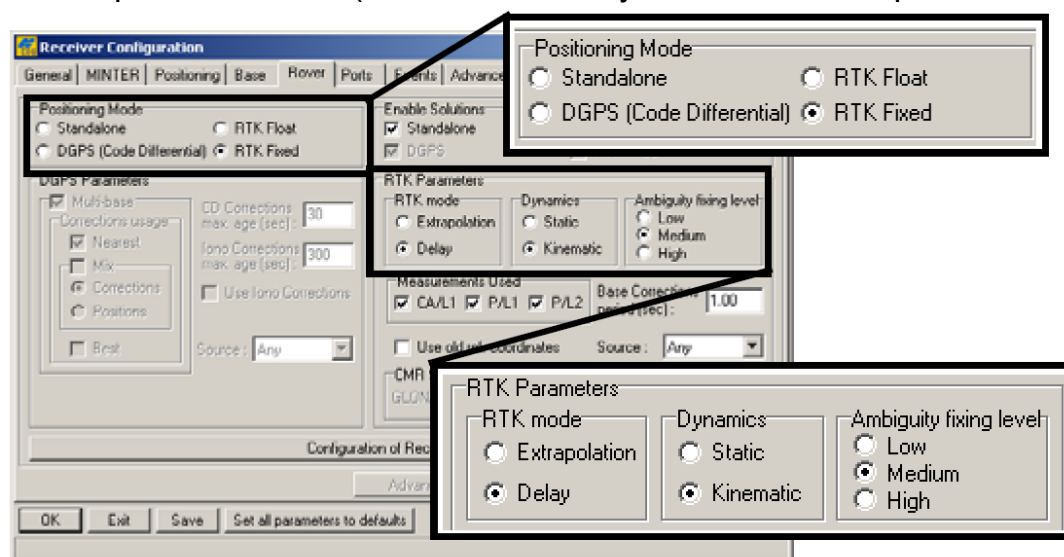

Рисунок 3-13. Настройка подвижного приемника
10. При настройке подвижной станции (приемника) выберите вкладку *Rover* (*Подвижный*), произведите установку перечисленных ниже параметров (см. рис. 3-13 на стр. 3-17), после чего щелкните на кнопке *Apply* (*Применить*).